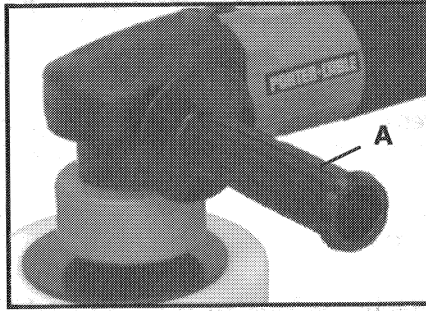

Fig. 2
L'outil est vendu avec une poignée auxiliaire (A) Fig. 2. La poignée auxiliaire peut être posée d'un côté comme de l'autre du boîtier avant pour faciliter l'utilisation de l'outil avec la main droite ou la main gauche.